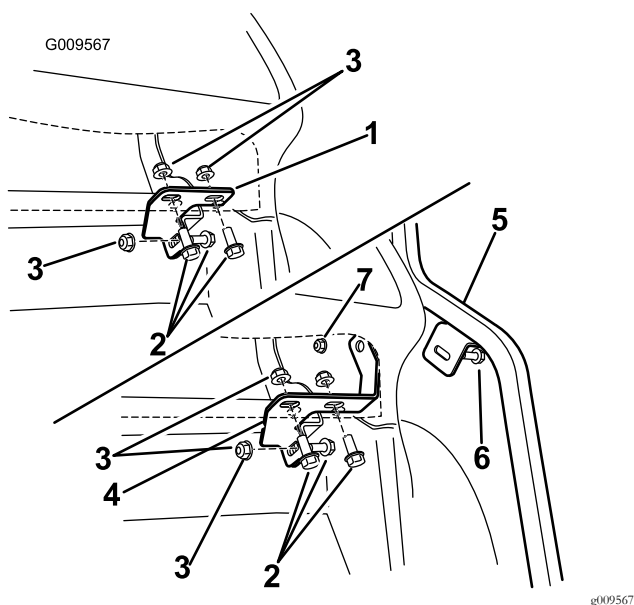

Figura 4
3. Localize o suporte existente montado no tubo transversal e por baixo do lado direito do painel e retire o suporte por baixo do painel (Figura 4).
- A. Instale o parafuso do painel (5/16 x 1 pol.) através do tubo de suporte frontal direito, painel e suporte do painel (Figura 4).
- B. Instale sem apertar a porca flangeada (5/16 pol.) para prender o suporte do painel e tubo de suporte na máquina (Figura 4).
- C. Instale sem apertar as restantes ferragens previamente removidas para prender o suporte do painel ao tubo transversal e estrutura (Figura 4).